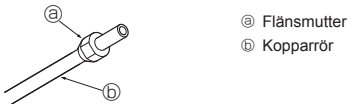

Fig. 5-4
5.3.3. Sätta på mutter (Fig. 5-4)